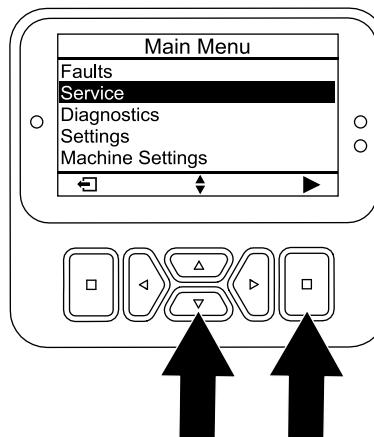

Figura 95
4. Prima o botão baixo até a opção MANUTENÇÃO estar selecionada, depois prima o botão de seleção (Figura 95).